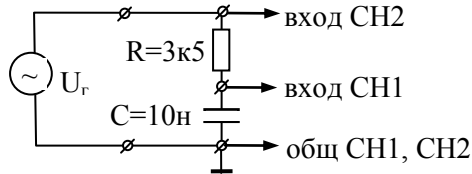

Рис. 7. Макет "Фигуры Лиссажу"
- Подключите выход генератора и входы CH1, CH2 осциллографа к макету "Фигуры Лиссажу" (рис. 7).